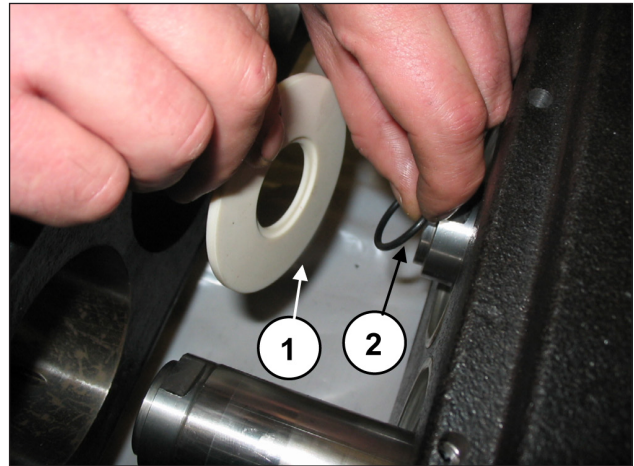

Abb. 2
Entfernen Sie die drei Spritzschutzringe samt O-Ringen (Pos. ① und ②, Abb. 2).